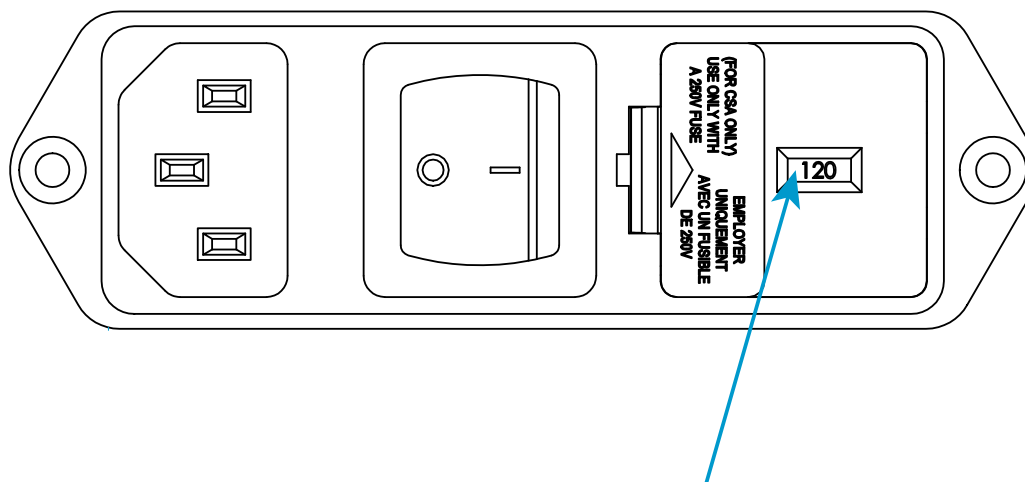

図4. 電圧設定ができる電源入力コネクタ
7. ヒューズホルダをコネクタへ再取り付けします。インジケータピンが正しい入力電圧を示すことを確認します。38 ページの 図 4 を参照してください。